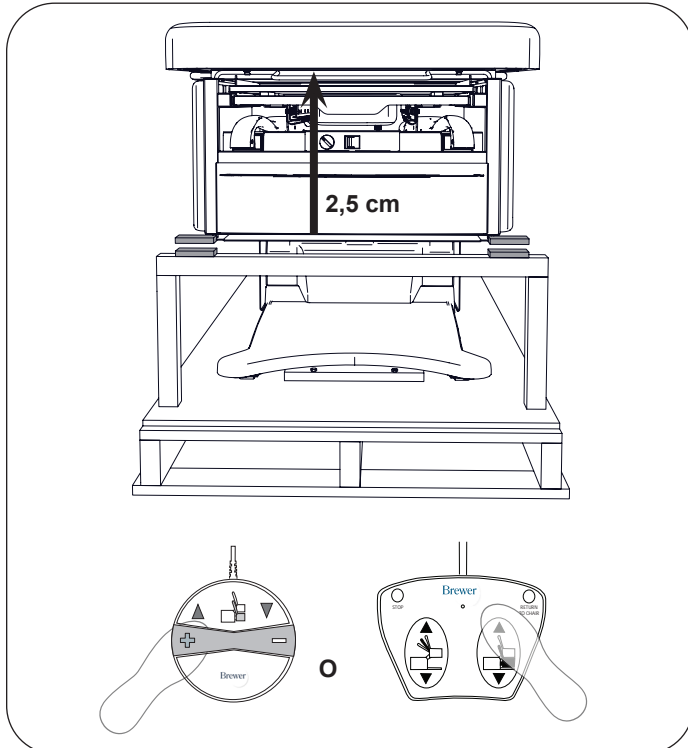

Figura 10. Levante el asiento para sacarlo del puntal
12. Presione "Lift Up" (Levantar) en el control de pie para subir el asiento aproximadamente 2,5 cm (Figura 10). Retire el puntal de madera en forma de U y los separadores de envío de la parte delantera de la mesa.